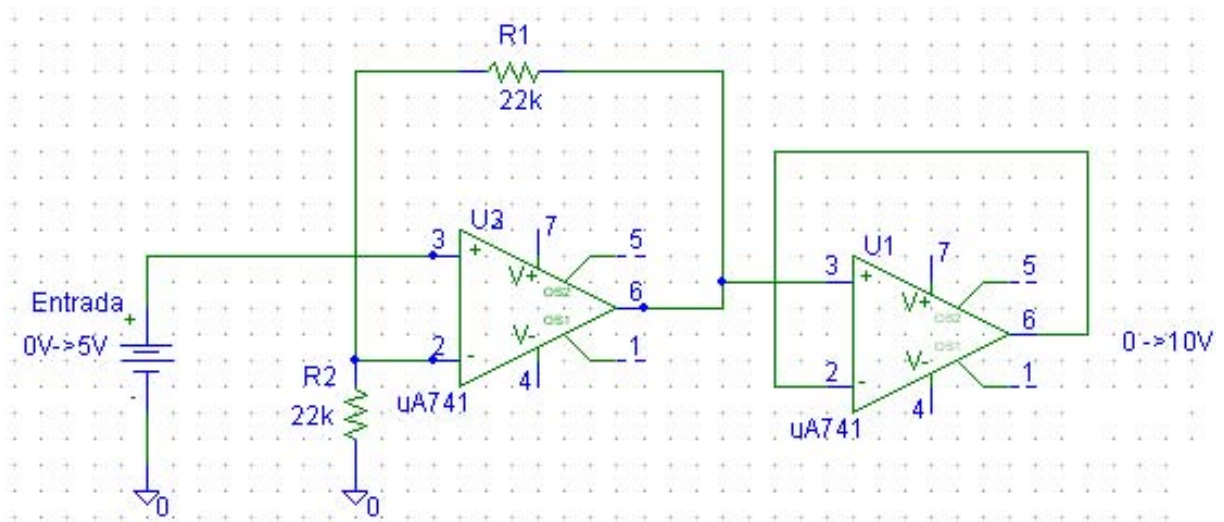

Figura 91: Amplificador de voltaje no inversor con seguidor de voltaje a la salida.
1. Amplificar el rango de $[0V, 5V]$ a $[0V, 10V]$. Con un amplificador operacional configurado como amplificador de voltaje no inversor con una ganancia de 2. Su diagrama se muestra en la figura 91.